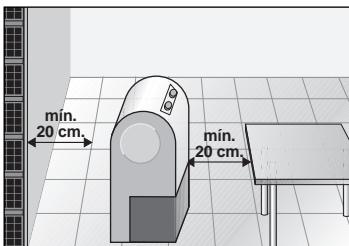

Fig. 4
- ❑ Pour garantir un bon fonctionnement de l'appareil, garder une distance minimale de 20 cm avec des objets adjacents. Voir **fig 4**.